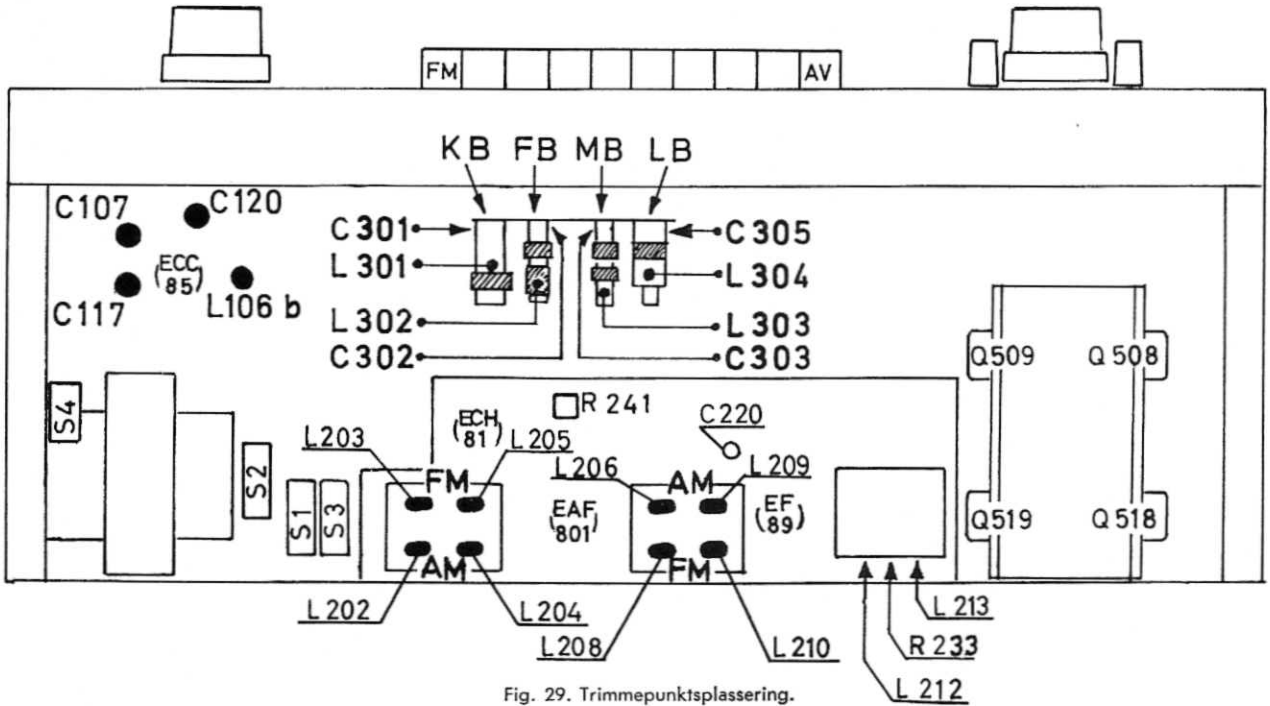

Fig. 29. Trimmepunktsplassering.
- Trimmeponkter: se fig. 29 og 30.